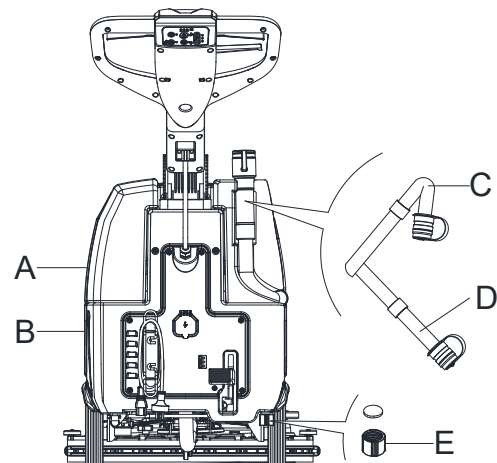

Figura 11
Când apa uzată se evacuează, tubul de aspirare pentru deșeurii trebuie să fie pliat (C, Figura 11) și aflat la o poziție inferioară (D, Figura 11), apoi deschideți capacul tubului de aspirare pentru a se scurge apa. Nu orientați în sus tubul de aspirare pentru gunoi pentru a evacua apa vertical. Aceasta pentru a evita stropirea cu apă murdară a operatorului.
8. Goliți rezervorul de soluție prin capacul de evacuare (E, Figura 11). După executarea lucrării, clățiți rezervorul cu apă curată.
2. Goliți rezervoarele (A și B, Figura 11) cum s-a arătat în paragraful anterior.